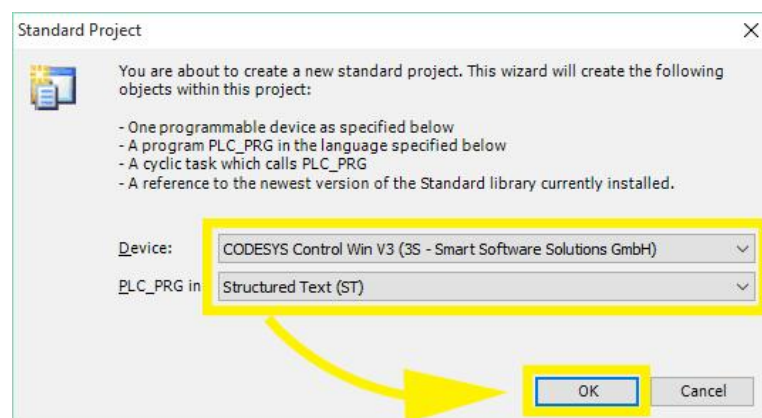

Рис.6. Вікно Standard Project
2.7. У вікні **Standard Project** (рис.6) потрібно обрати пристрій керування (**Device**) **CODESYS Control Win V3 (3S - Smart Software Solutions GmbH)** та у вікні **PLC_PRG** мову програмування **Structured Text (ST)**. Натиснути **OK**.